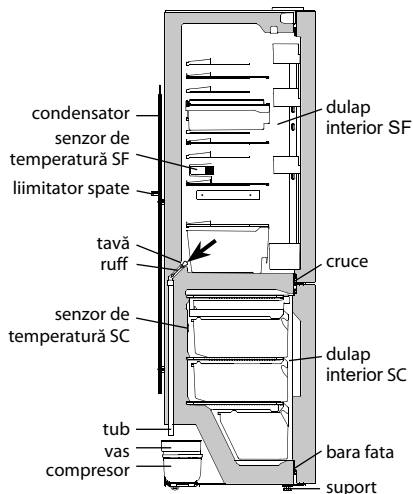

Figura 9
**3.3.1** În SF se folosește un sistem automat de dezghețare. Bruma care apare pe perețele din spate al SF se poartă într-un ciclu de dezghețare atunci când compresorul este deconectat și se transformă în picături de apă. Picăturile de apă topită se scurg în tavă, prin orificiul din tub intră în vasul de pe compresor în conformitate cu figura 9 și se evaporă. În orificiul tăvii este instalată o perie pentru a elimina înfundarea sistemului de scurgere.
- spălați ruful și instalați în funcție de figura 9.
- în SC aproape de senzorul de temperatură situat pe perețele din spate al SC în conformitate cu figura 9.